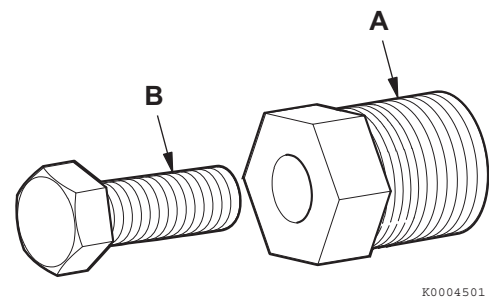

Figure 16
2. Placez l'extracteur (Figure 16, (A)) dans la turbine.
3. Tournez la vis de calage (Figure 16, (B)) dans le sens des aiguilles d'une montre pour retirer la turbine du corps de la pompe.